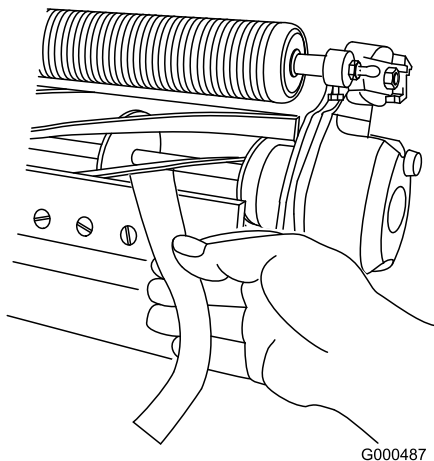

Figura 5
2. Dado della vite di regolazione della barra di appoggio (2)
B. Inserite una lunga striscia di carta per la verifica delle prestazioni di taglio tra il cilindro e la controlama, perpendicolarmente alla controlama (Figura 5), quindi **lentamente** ruotate il cilindro in avanti: dovrebbe tagliare la carta; se ciò non avviene, ripetete i passaggi A e B fino a quando non succede.
11. Inserite una lunga striscia di carta per la verifica delle prestazioni di taglio tra il cilindro e la controlama, perpendicolarmente alla controlama (Figura 5), quindi **lentamente** ruotate il cilindro in avanti: dovrebbe tagliare la carta. Se ciò non avviene, ruotate in senso orario ciascun bullone di regolazione della barra di appoggio di un clic e ripetete questo passaggio fino a quando la carta non viene tagliata.